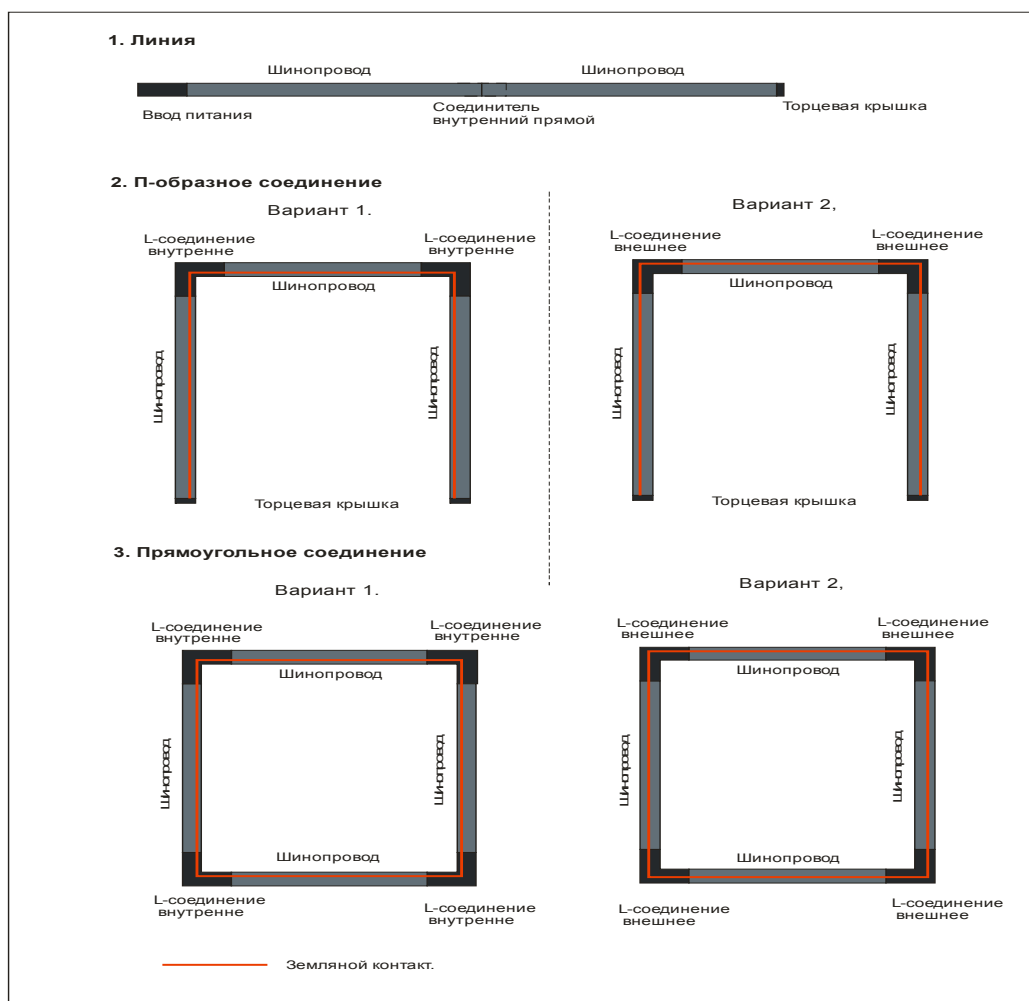

Рис. 1
1. Составить предварительную план-схему трековой осветительной установки в помещении с указанием выбранных мест размещения и типов светильников. Определить вес светильников, мощность и потребляемый ток ТОУ. На рис.1 приведены некоторые возможные варианты конфигурации ТОУ на шинопроводе.
4. Определить типы и количество элементов, необходимых для сборки и подвеса ТОУ. Для этого следует на план-схеме ТОУ определить типы и количество соединительных элементов: соединители, вводы питания, торцевые крышки и др. (Рис.1, 2).